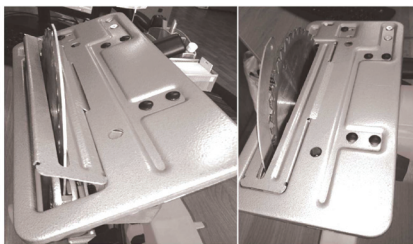

рис. 3
-затем отведите подвижный защитный кожух в крайнее положение, установите фиксирующую платформу (рис. 3);